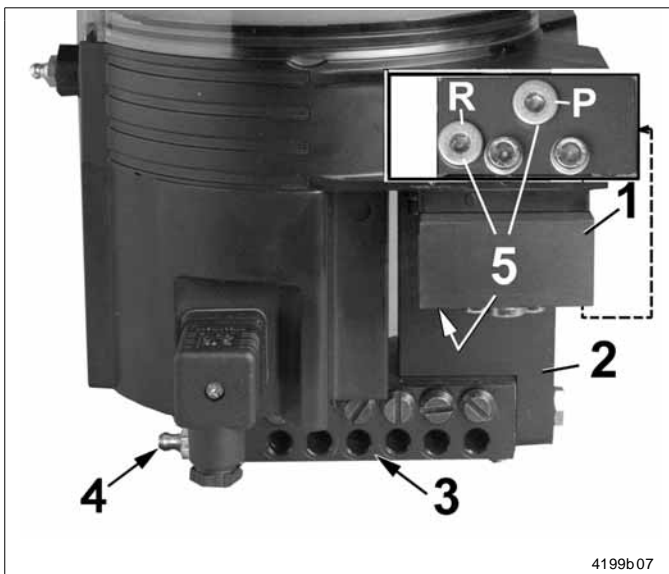

Abb. 6-2 QLS 401 mit unten angebautem SSV-Verteiler
- SSV Verteiler unten montiert (siehe Abb. 6-2)